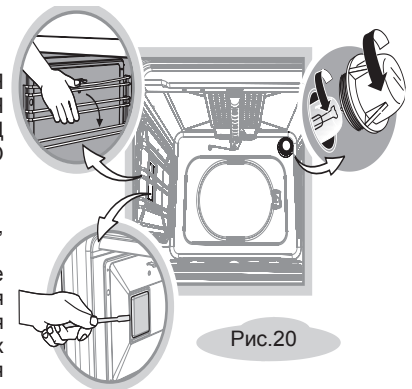

Рис.20
- Откройте стеклянный плафон (рис.20).
- Плафон боковой подсветки, при наличии, снимается с небольшим усилием. (рис. 20).